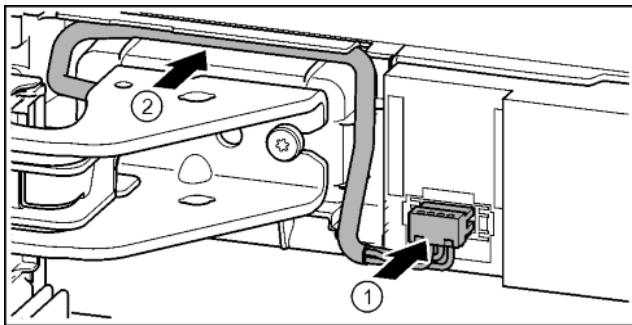

Fig. 37
- Зафиксировать штекер над верхним опорным кронштейном и осторожно уложить жилы кабеля в канал. Fig. 37 (1)
- Осторожно проложить серый кабель в направляющей над верхним опорным кронштейном. Fig. 37 (2)